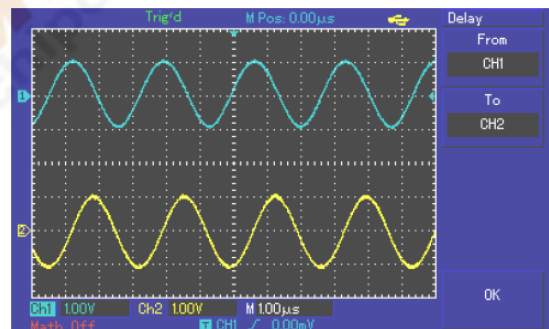

Рисунок 3-2 Задержка сигнала
2) Обратите внимание на изменения осциллограммы (см. Рисунок 3-2)